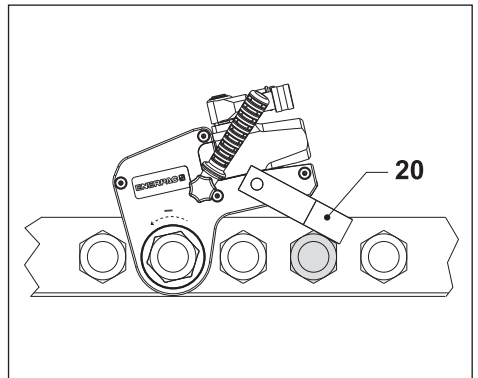
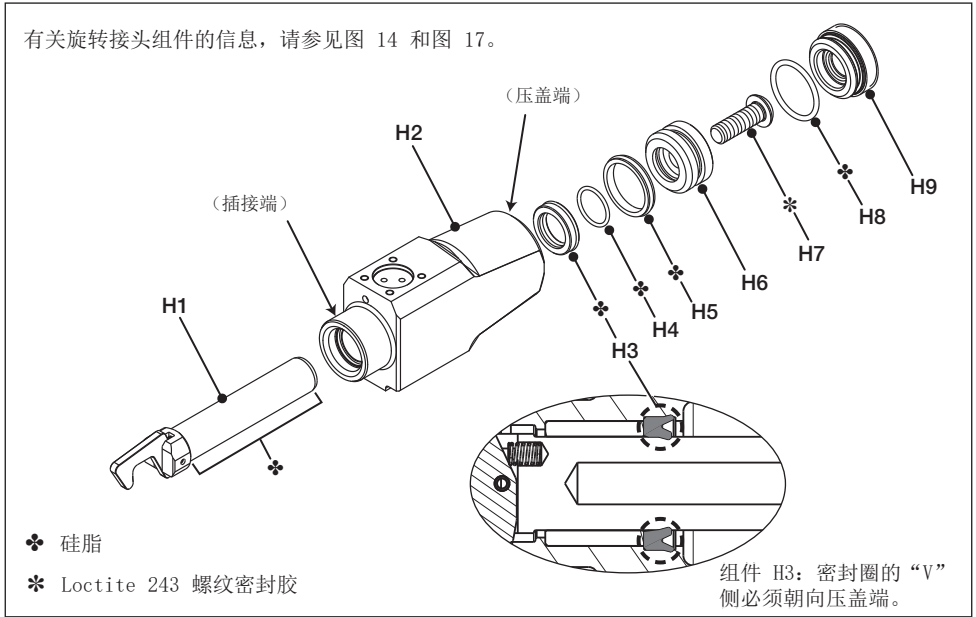

图 14
图 17
4.3.5 使用薄型反作用力臂（图 14）
有关旋转接头组件的信息，请参见图 14 和图 17。